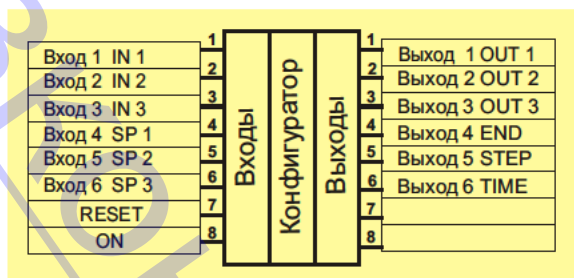

Рис. 154. Блок "Программа".
9.6.14 Блок **Программа** имеет 8 входов и 6 выходов. Схематическое изображение архитектуры бло ка **Программа** смотрите на Рис. 154.